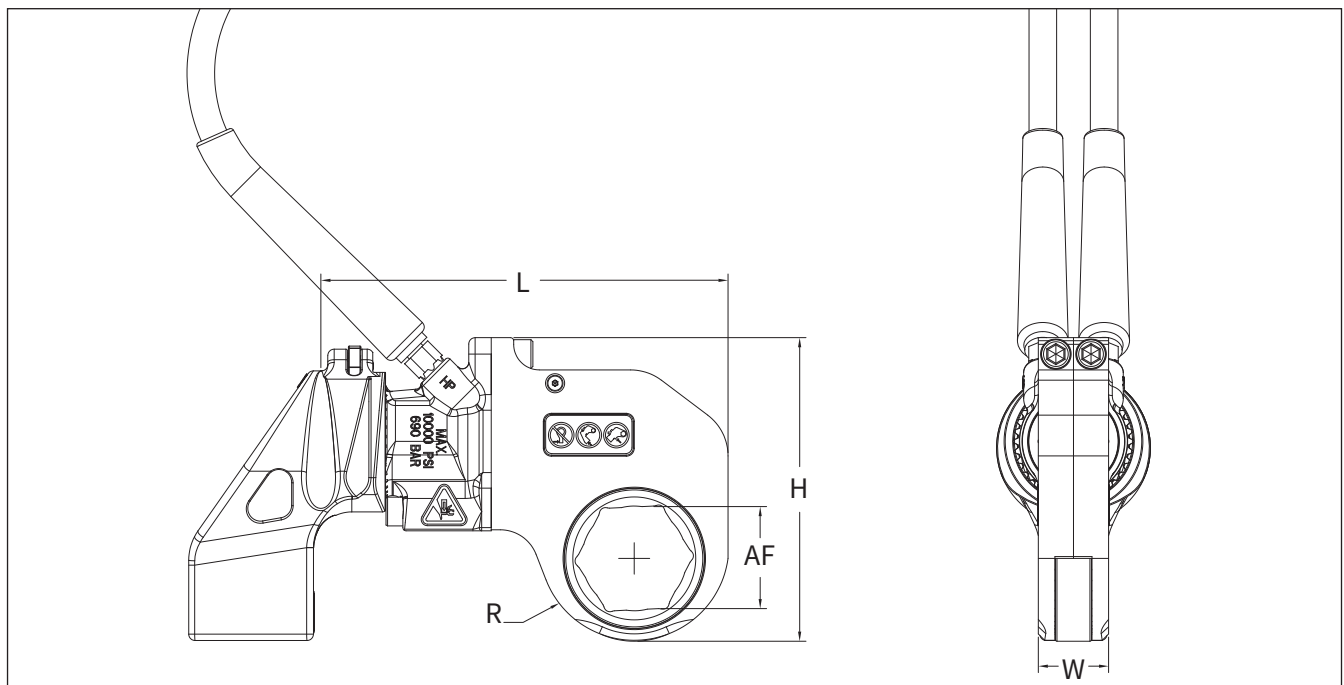

図7.1-1
7.2.1 ヤード・ポンド法表 - RSL六角カセット (寸法AF、R、L、H、Wの位置については、図7.1-1を参照)
7.2.1 ヤード・ポンド法表 - RSL六角カセット [続き] (寸法AF、R、L、H、Wの位置については、図7.1-1を参照)